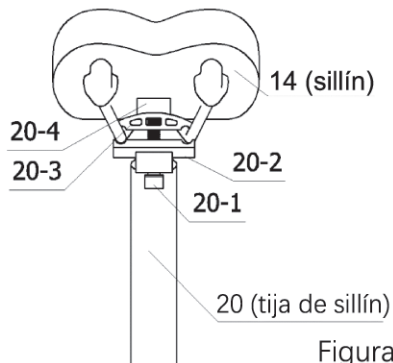

Figura 24-1.
c. Gire las placas de cubierta 20-3 y 20-4 para que el carril de guía del sillín se coloque en las ranuras 20-2 y 20-3, y luego apriete el tornillo 20-1 con una llave Allen de 6 mm. No es necesario apretarlo completamente, pero el tornillo no debe caerse, como se muestra en la Figura 24-1 y en la Figura 24-2.